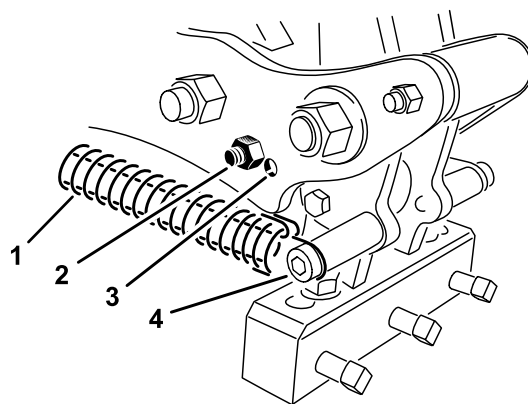

图37
使用连杆臂上 2 个调节孔的其中一个根据打孔针长度设置打孔针角度。这些孔仅仅是一些预先设定。当使用 17.8mm25.4mm 打孔针时打孔针头缓冲器应放置在最接近打孔针头后部的地方。由于土壤状况各异您可以使用其他位置——离打孔针头最远的孔 图37。
3. 松开到打孔针夹头的拉簧 图37。
4. 从连杆臂上卸下缓冲器螺栓和缓冲器重新将它们插入另一个调节孔 图37。